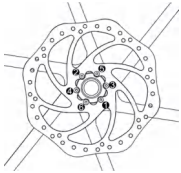

Abbildung 2-1 Anziehreihenfolge der Bremsscheibenbefestigungsschrauben
- ① Montieren Sie die Bremsscheibe auf der Nabe. Achten Sie darauf, dass die Markierungen auf der Bremsscheibe nach außen zeigen (die Drehrichtung des Rades muss mit der Pfeilrichtung auf der Bremsscheibe übereinstimmen). Ziehen Sie dann die Befestigungsschrauben der Bremsscheibe gleichmäßig handfest an. Um die Ebenheit der Bremsscheibe zu gewährleisten, müssen die Schrauben abwechselnd in gegenüberliegenden Positionen angezogen werden.
- ② Tragen Sie Schutzhandschuhe und üben Sie beim Anziehen der Schrauben im Uhrzeigersinn einen gleichmäßigen Druck auf die Bremsscheibe aus. Ziehen Sie die Schrauben über Kreuz fest (siehe Abb. 2-1 und 2-2).
- ③ Anzugsdrehmoment der Bremsscheiben-Befestigungsschrauben: 60 kgf·cm (55 lb·in)